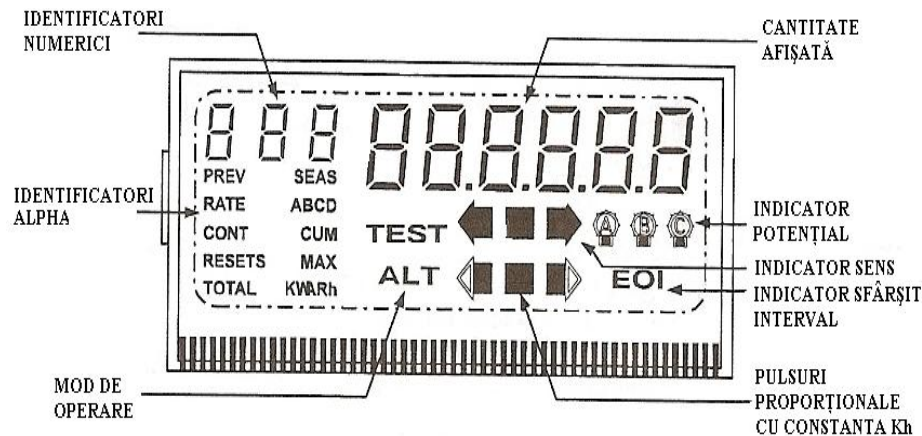

Figura 3 Afișajul cu cristale lichide al contorului de tip *Alpha*
- **Afișajul cu cristale lichide al contorului *Alpha*® *Power* +**, prezentat în Figura 3, oferă utilizatorului posibilitatea de a vizualiza datele de facturare a mărimilor măsurate, precum și a stărilor în care se află contorul. Conform celor reprezentate în Figura 3, afișajul cu cristale lichide se împarte în 8 câmpuri, fiecare dintre acestea permițând afișarea unui anumit tip de informații: